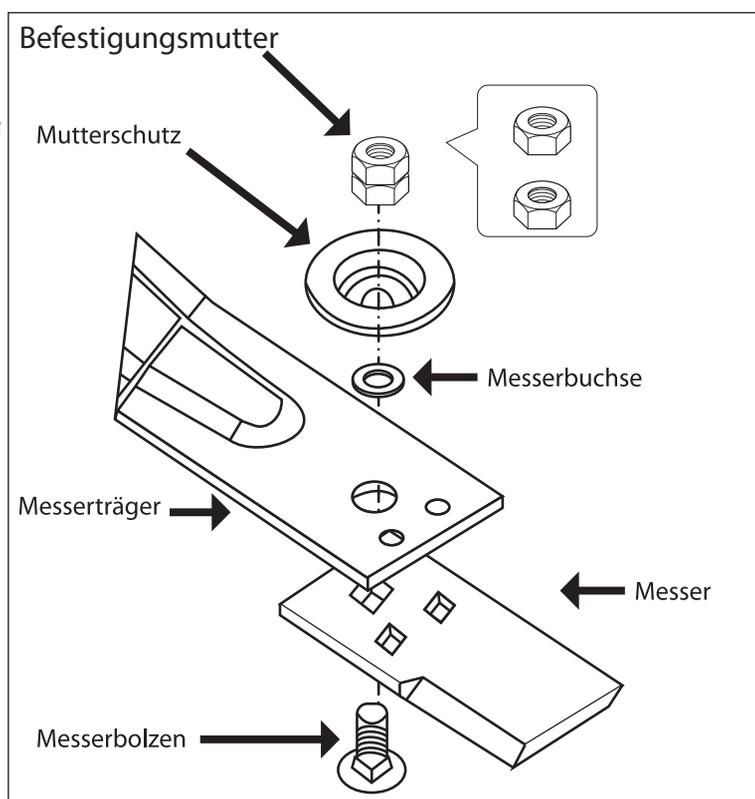

Abb. 30
2. Wenn ein neues Messer montiert wird, tauschen Sie immer den Messerschraubensatz mit aus. Der Satz besteht aus Mutter und Kontermutter, Mutterschutz und Messerschraube (Siehe Abb. 30).